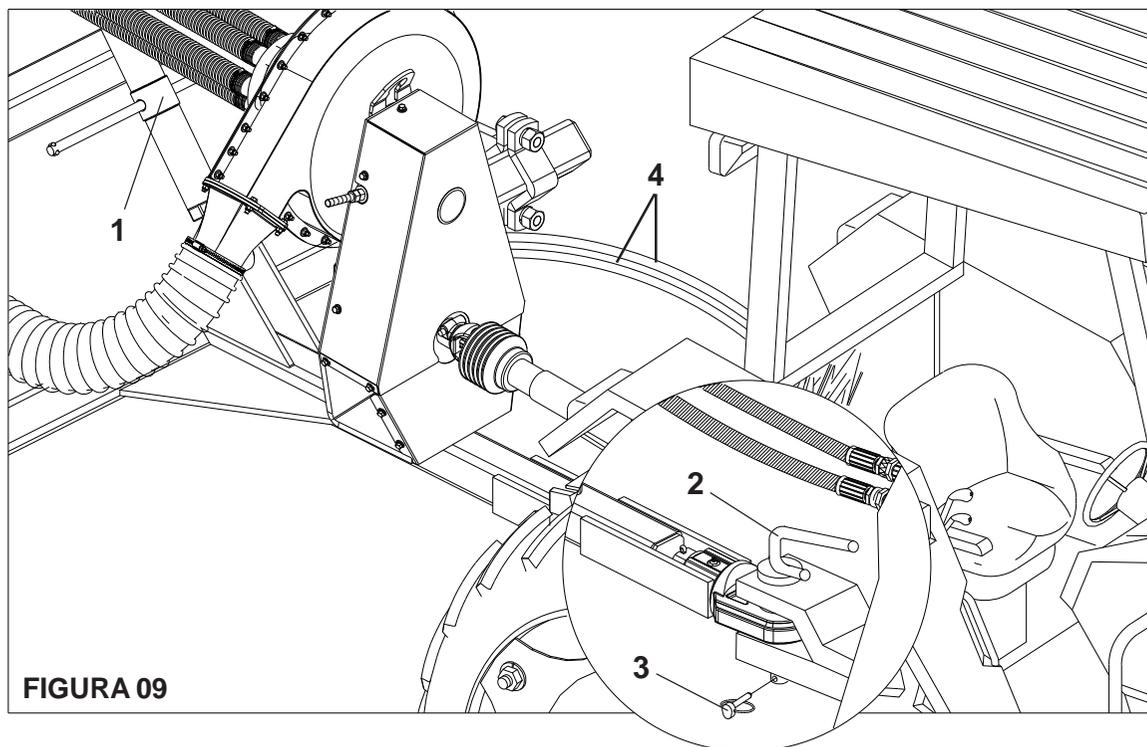

FIGURA 09
2 - Proceda o engate da semeadora ao trator através do pino de engate (2) coloque a trava (3). **(FIGURA 09)**
7 - Com a semeadora abaixada, verifique se está nivelada em relação ao trator, caso contrário nivele-a através do regulador do cabeçalho (1). **(FIGURA 09)**